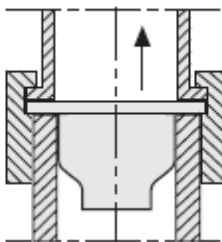

Bild 2, installation av backventil i inloppsröret för kallvatten beroende på version.
- Installera bifogad backventil i rör för inkommande kallvatten (se Bild 2)